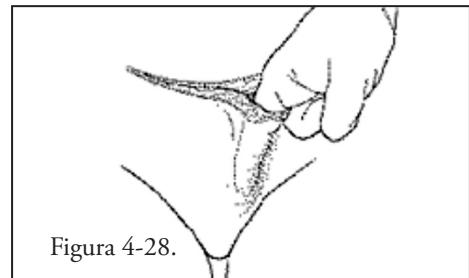

Figura 4-28.
13. Para implantar la bomba de control en el escroto o en los labios mayores, realice una disección roma para crear una bolsa subdartos dependiente. La bomba de control debe colocarse en el mismo lado en el que se haya colocado el balón regulador de presión. **(Figura 4-28)**